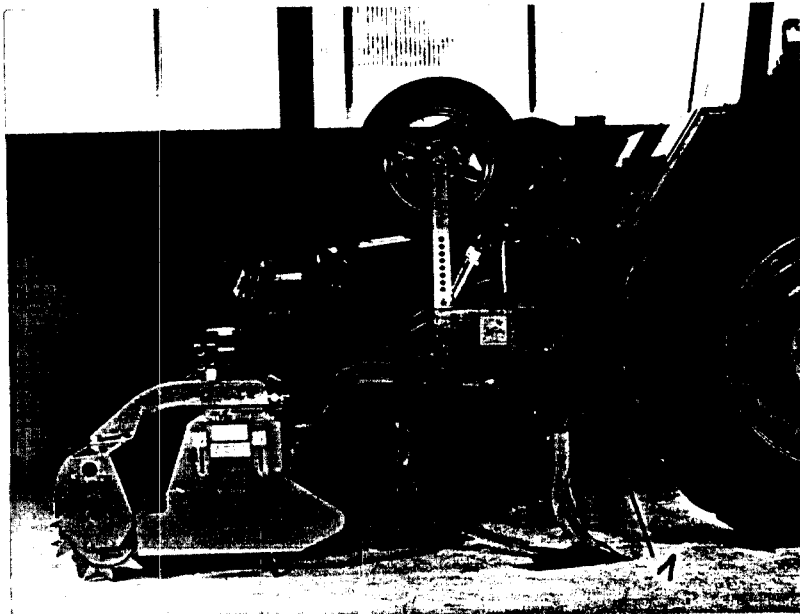

Fig. 13
- Die Transportbreite von 3 m darf nicht überschritten werden. Dazu sind die Stützräder, wie in Fig. 13 gezeigt, aus ihren Halterungen herauszuziehen und um 180° gedreht wieder einzuschieben, abzustecken und zu sichern.
- Vorgrubber mit einer gesetzlich zugelassenen Beleuchtung (Fig. 14/1) versehen, die auf die Leuchenträger (Fig. 13/1) vorne und hinten am Rahmen aufzustecken ist. Vorgrubber zum Transport nur so weit anheben, daß der größte zulässige Abstand von 150 cm zwischen Fahrbahn und Begrenzungsleuchten vorne, bzw. Blinker, Schluß-Bremsleuchten nicht überschritten wird.